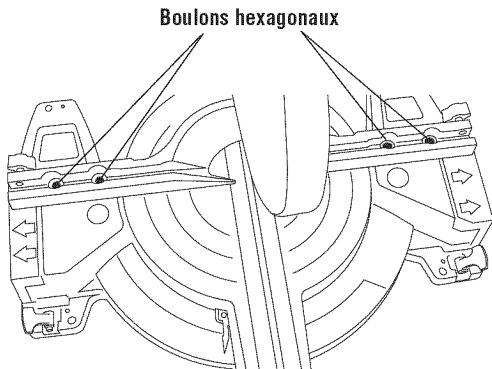

Figure 10. Réglage du guide
- Utilisez de l'outil universel (fournie avec modèle 5412 seulement) ou utilisez un 7/16 po douille et desserrez quatre (4) boulons hexagonaux situés derrière le guide. (Figure 10).